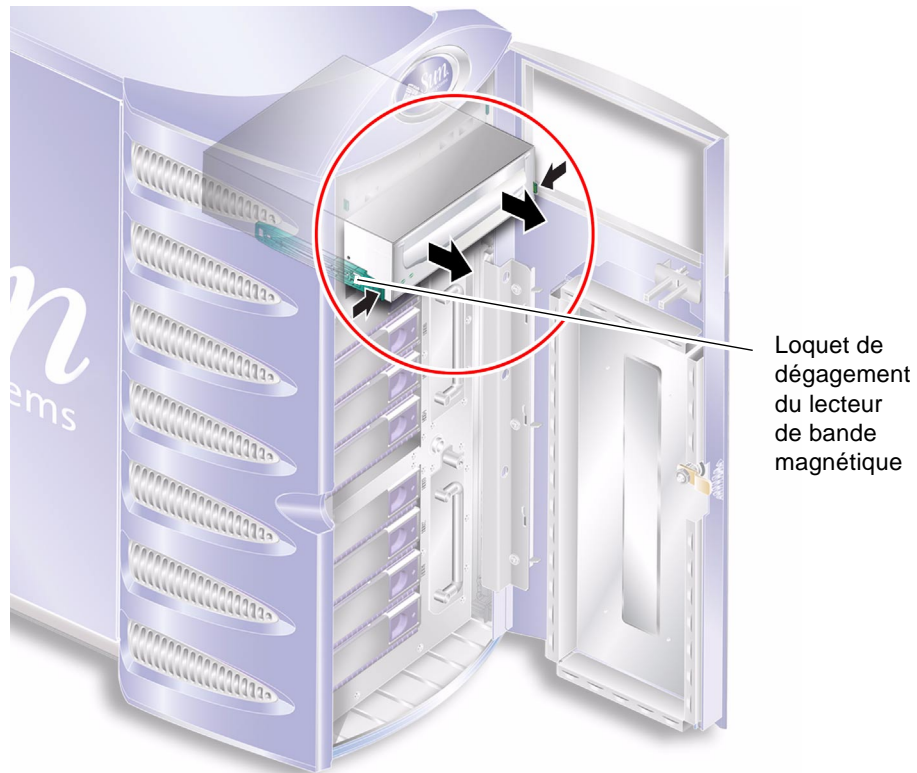

FIGURE 1-29 Retrait du lecteur de bande magnétique en option
5. Retirez le module du lecteur de bande magnétique du serveur. Voir la FIGURE 1-29.